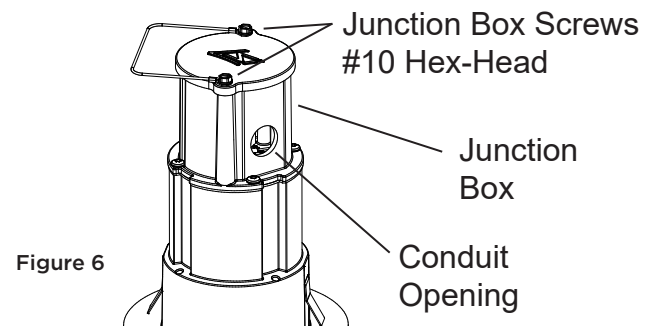

Figure 6
- For access to branch terminations, remove (2) #10 hex-head fasteners (Fig. 6).
- Re-install Junction Box Cover with (2) #10 hex-head fasteners. Ensure Junction Box Gasket is sealed upon re-assembly.
- Para acceder a las terminaciones de derivación, retire (2) sujetadores de cabeza hexagonal n.º 10 (Fig. 6).
- Vuelva a instalar la cubierta de la caja de conexiones con (2) sujetadores de cabeza hexagonal n.º 10. Asegúrese de que la junta de la caja de conexiones esté sellada al volver a montar.